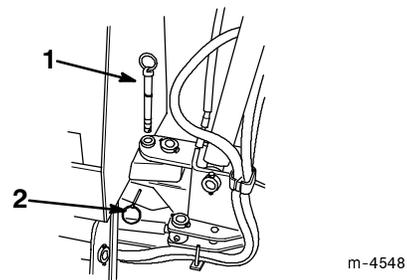
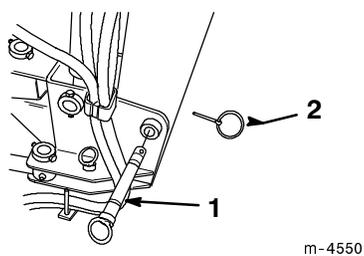
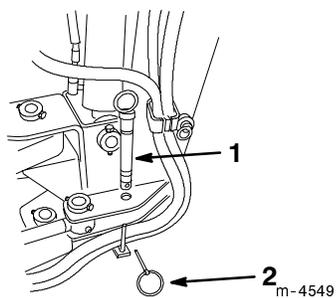

Figure 16
Figure 17
Figure 18
5. Retirer les deux axes qui bloquent la flèche en position (Figs. 16 et 17), et les mettre en position de rangement (Fig. 18).
Remarque : Un des axes empêche la flèche de pivoter latéralement (Fig. 16), et l'autre l'empêche de se relever ou s'abaisser (Fig. 17).